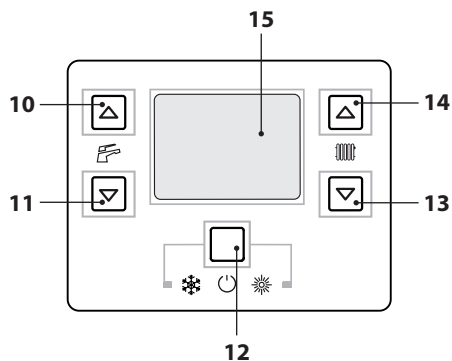

Figura 6.5
- Mantenga pulsado durante 2 segundos el botón 12 hasta que aparezcan en el display los símbolos  y  (Figura 6.5).
- Apague la caldera manteniendo pulsado durante 2 segundos el botón 12 (Figura 6.5) hasta que aparezca en el display LCD el símbolo  (los guiones se encienden en secuencia para simular un desplazamiento) (Figura 6.4).